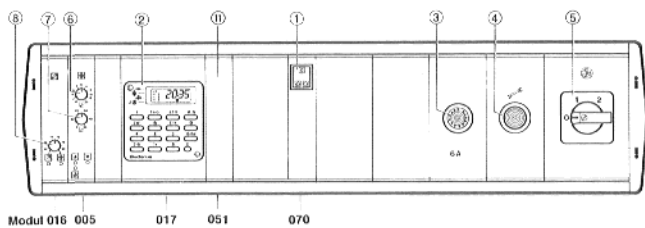

Abb. 16 – LW 3301, LW 3302
Schaltkasten LW 33.. – Montage der Module 016 – Außentemperaturführung ⑦, 005 – Mischer ⑥, 017 – Schaltuhr ②, 051 – Anheizregelung ⑪ und 070 – Mischluft ①, (Abb. 16 u. 17)